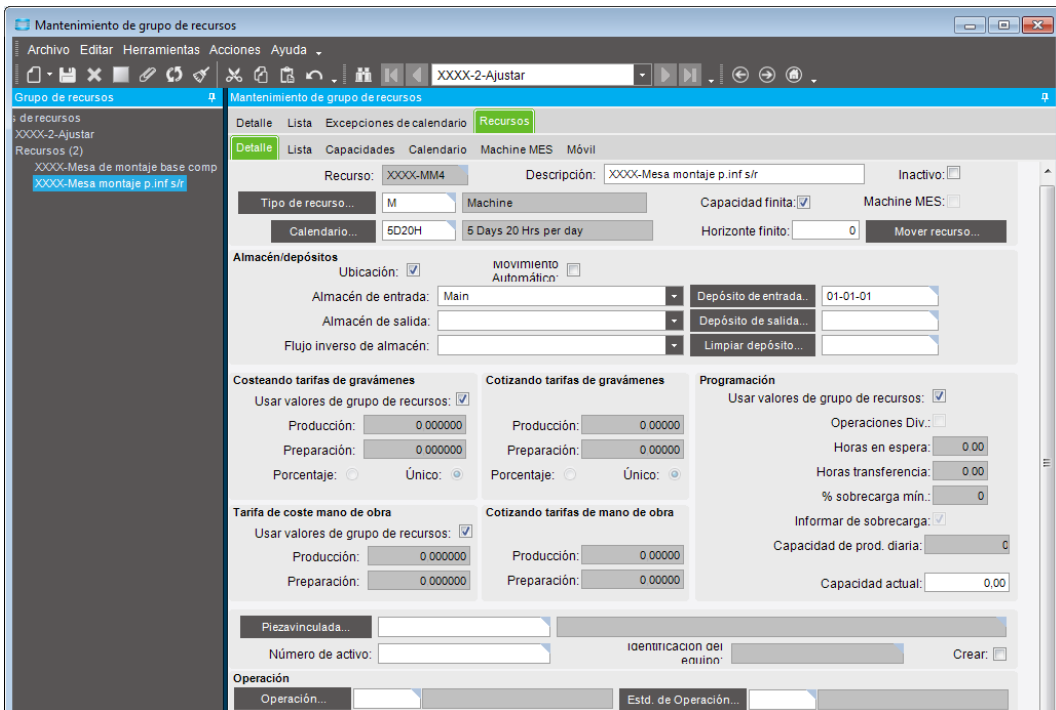

Imagen 98. Mantenimiento grupo de recursos, recurso XXXX-MM4
- XXXX- Mesa de montaje parte inferior sin reposabrazos (imagen 98)